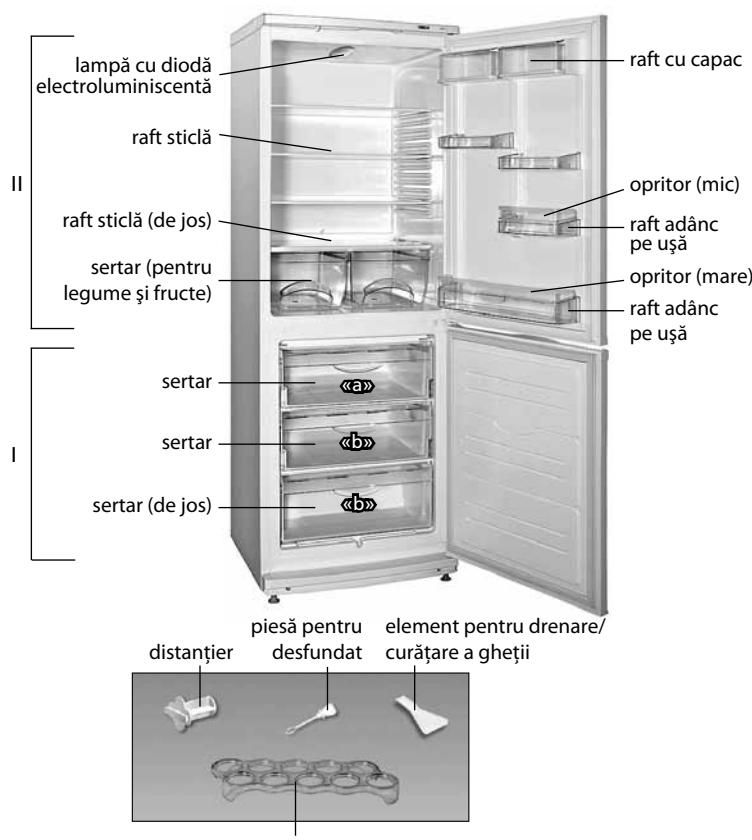

Figura 1 – Frigider și piese componente
1.1 Frigiderul este destinat pentru congelarea și păstrarea de lungă durată a alimentelor congelate, prepararea gheții alimentare în CC, pentru refrigerarea și păstrarea pe termen scurt a produselor alimentare, băuturilor, fructelor și legumelor în CF în conformitate cu figura 1.
1.3 Pentru iluminarea în frigider este folosita o lampă cu diodă electroluminiscentă, în conformitate în figura 1.